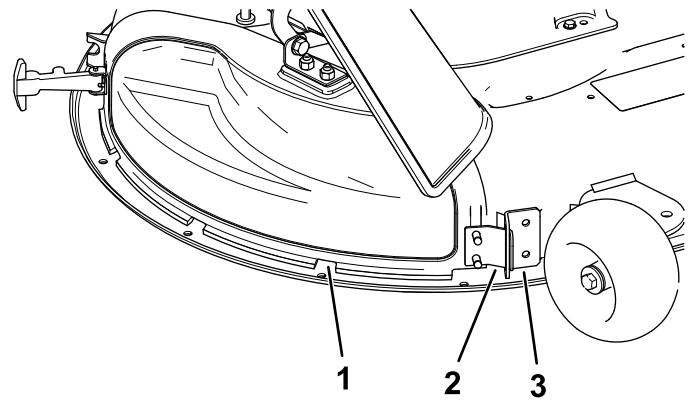

Figuur 11
3. Maak de buigbare vergrendeling los van de grendelhouder op de afvoerafsluiter en kantel de afvoerafsluiter naar rechts (Figuur 11).
6. Bevestig de afvoerfluiters aan het maaidek door de buigbare vergrendeling op de afvoerfluiters te bevestigen aan de houder op het maaidek (Figuur 11).